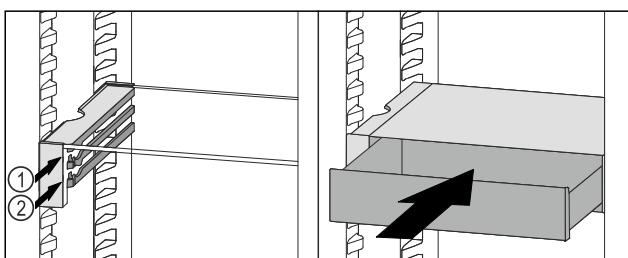

Fig. 90
- Установите выдвижной ящик VarioSafe за стопоры на требуемый выступ *Fig. 90 (1)* или *Fig. 90 (2)*.